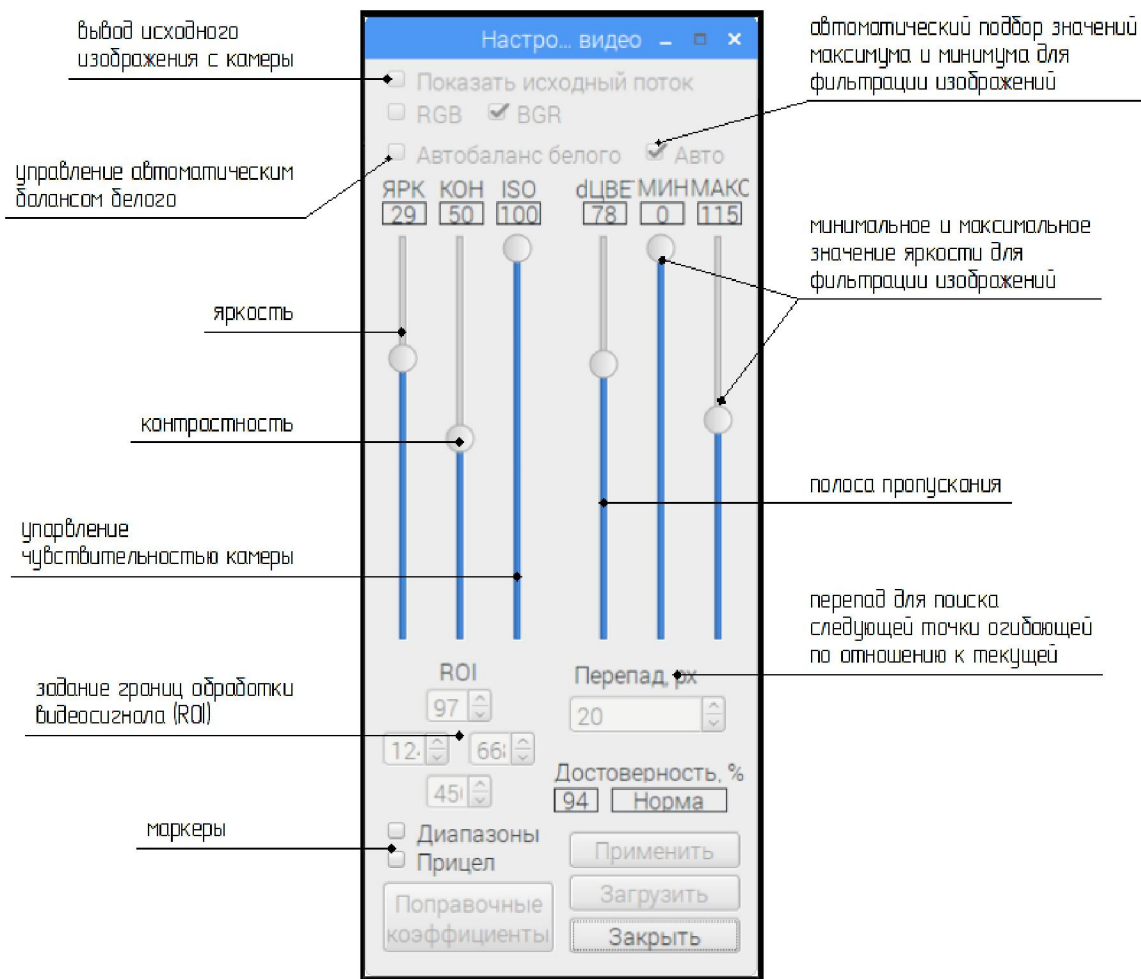

Рисунок 8 – Вид окна «Настройка обработки видео»
1. В основном меню выберите вкладку «Настройка» и выберите меню «Обработка видео». В появившемся окне (рисунок 8) установите маркер «Прицел» и переместите окно за пределы главного экрана отображения. В результате данных действий на главном экране появятся две перпендикулярные линии, пересечение которых находится в центре матрицы видеокамеры.
3. Укажите границы области обработки видеосигнала (далее – ROI) регуляторами (рисунок 8). Границы области отображаются на главном экране в виде прямоугольной рамки.